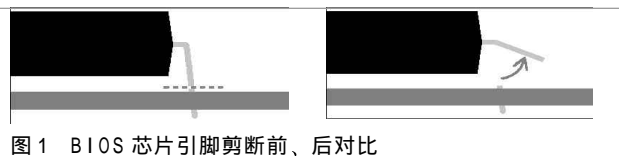

图 1 BIOS 芯片引脚剪断前、后对比
1. 用钳子(剪刀)将 PROMISE Ultra100 扩展卡 BIOS 芯片的第 2、3 根引脚剪断(图 1)。但千万要小心,不能将其它引脚剪断。